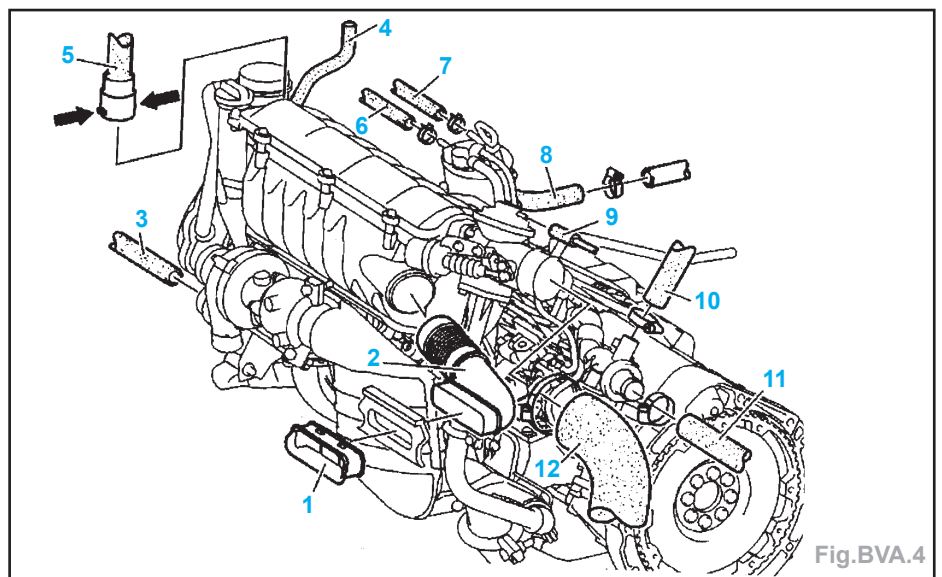

Fig.BVA.4
- Déposer (Fig.BVA.4) :
- Débrancher la conduite du capteur (4) et la conduite (5) en comprimant les crans de verrouillage (flèches) (Fig.BVA.4).